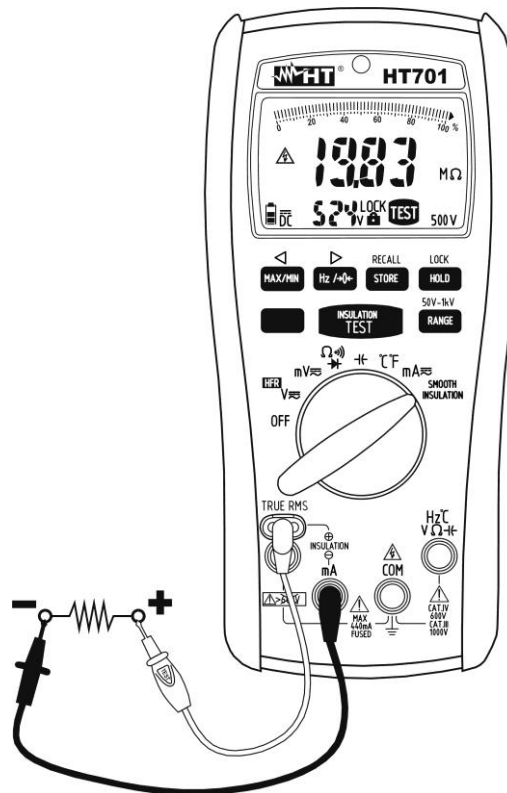

Fig. 10 : Utilisation de l'instrument pour mesure d'isolement
5. Insérer la sonde à distance rouge dans l'entrée du jack « \oplus » et le câble noir dans l'entrée du jack « \ominus » (voir la Fig. 10).
6. Positionner les embouts aux extrémités du circuit sous test en respectant les polarités positives et négatives (voir la Fig. 10). Utiliser le cas échéant des pinces crocodile.